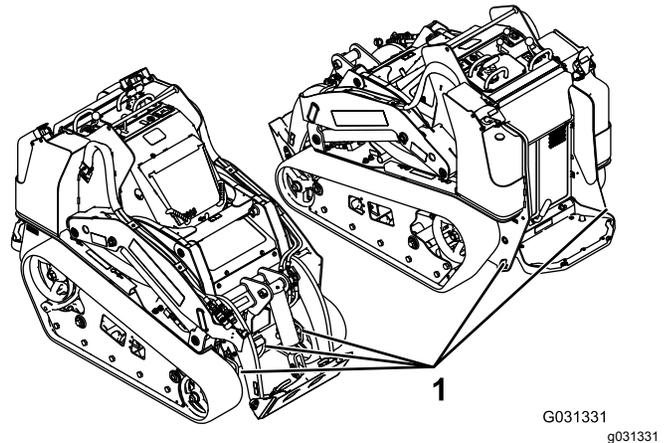

Figura 36
8. Utilice los puntos de amarre metálicos de la máquina para sujetar la máquina firmemente al remolque o al camión con correas, cadenas, cables o cuerdas (Figura 36). Consulte la normativa local respecto a los requisitos de amarre.
Puede izar la máquina usando los puntos de amarre/izado indicados en Figura 36.